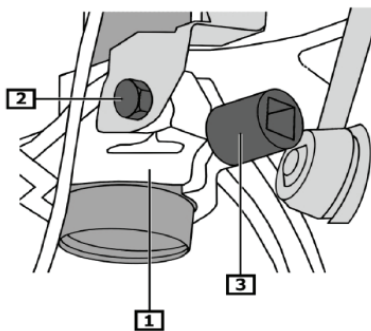

Fig. 4:
- Achsschenkel – Klemmverbindung aufschrauben (Fig. 4/2). Achsschenkel gegen Herunterfallen sichern. Achsschenkel mit Spezialwerkzeug (Fig. 4/3) etwas aufspreizen und nach unten vom Federbein abziehen.
- Unscrew the stub axle clamping connection (Fig 4/2). Secure the stub axle to prevent it from falling. Open up stub axle slightly using a special tool (Fig 4/3) and lower and remove it gradually from the suspension strut.
- Dévisser le raccord de serrage de la fusée d'essieu (Fig. 4/2). Assurer la fusée d'essieu contre toute chute.
- Ecarter la fusée d'essieu avec un outil spécial (Fig. 4/3) et tirer peu à peu de la jambe de force vers le bas.
- Desatornillar la muñequilla del eje – unión por efecto pinza (Fig. 4/2). Asegurar la muñequilla del eje contra la caída.
- Separar ligeramente la muñequilla del eje con una herramienta especial (Fig. 4/3) y quitarla hacia debajo de la columna de suspensión.